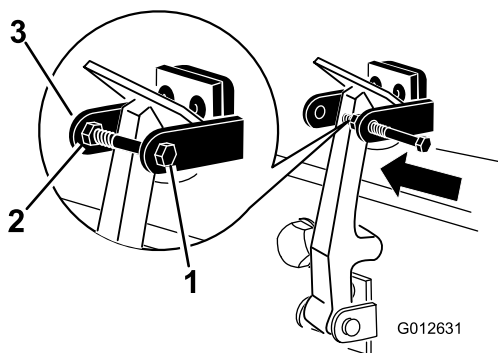

Figura 7
8. Montai urubul la celălalt bra al suportului clișetului capotei pentru a bloca clișetul în poziție (Figura 7). Strângei urubul, dar nu strângei piulița.